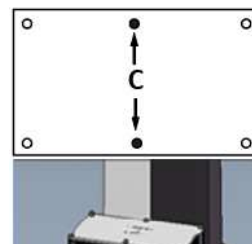

FIGURE 4.
- Dévisser les 2 vis C (Figure 4) restantes sur le capot haut (si option carter SUN-SHIELD) sinon dévisser les 6 vis.
- Unscrew the 2 screws C (Figure 4) remaining on the upper cover (if SUN-SHIELD option) otherwise unscrew the 6 screws.
- Die 2 verbleibenden Schrauben C (Figure 4) an der oberen Abdeckung lösen (Option SUN SHIELD), andernfalls die 6 Schrauben lösen.